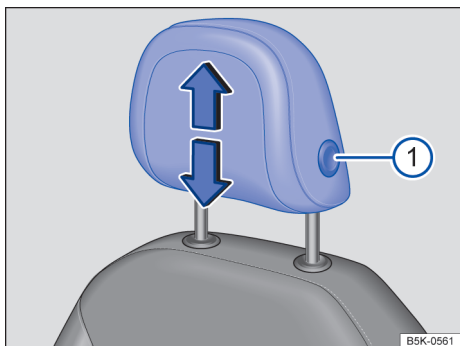

Fig. 80 Ajuste dos apoios de cabeça dianteiros.
- Desloque o apoio para cabeça para cima ou para baixo no sentido da seta correspondente ao mesmo tempo que pressiona o botão → Fig. 80 ❶ → ⚠️ em *Introdução ao tema* na página 99.